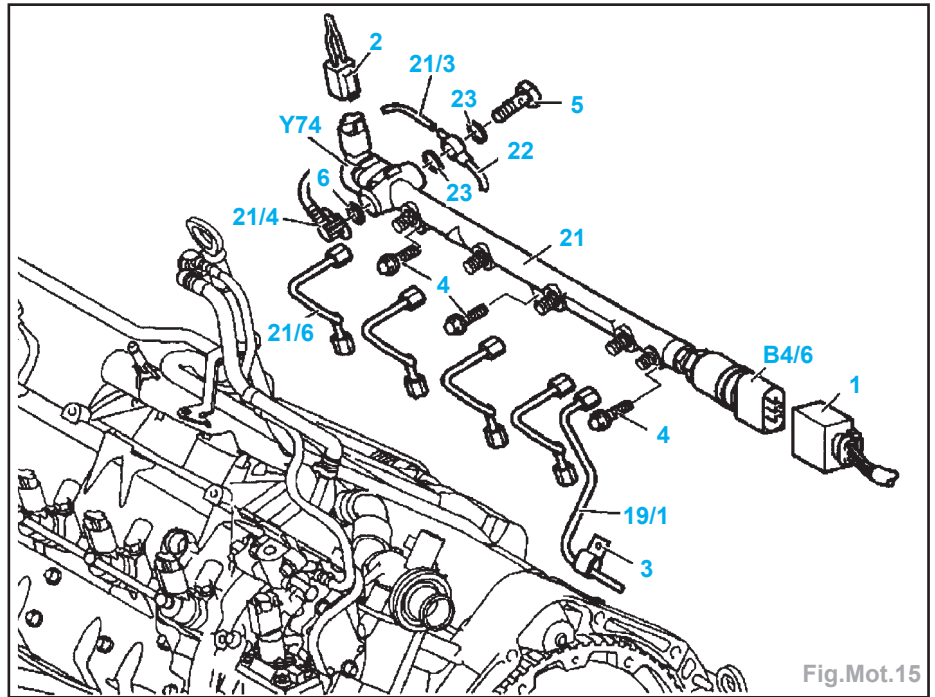

Fig.Mot.15
- Défaire les serre-câbles sur la rampe commune (21) (Fig.Mot.15).
- Débrancher les connecteurs (1) et (2).